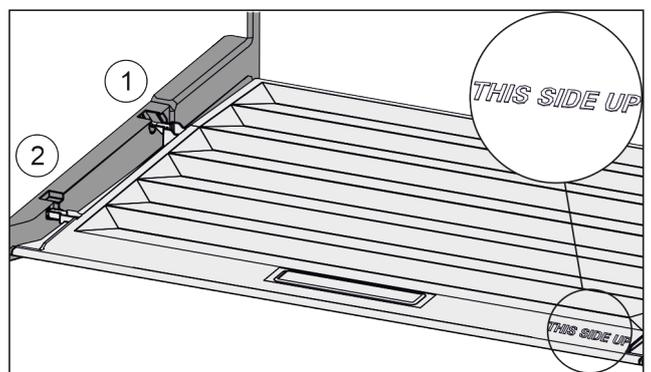

Fig. 36
- Inserire le nervature del coperchio attraverso l'apertura del supporto posteriore Fig. 36 (1) e innestare anteriormente nel supporto Fig. 36 (2).